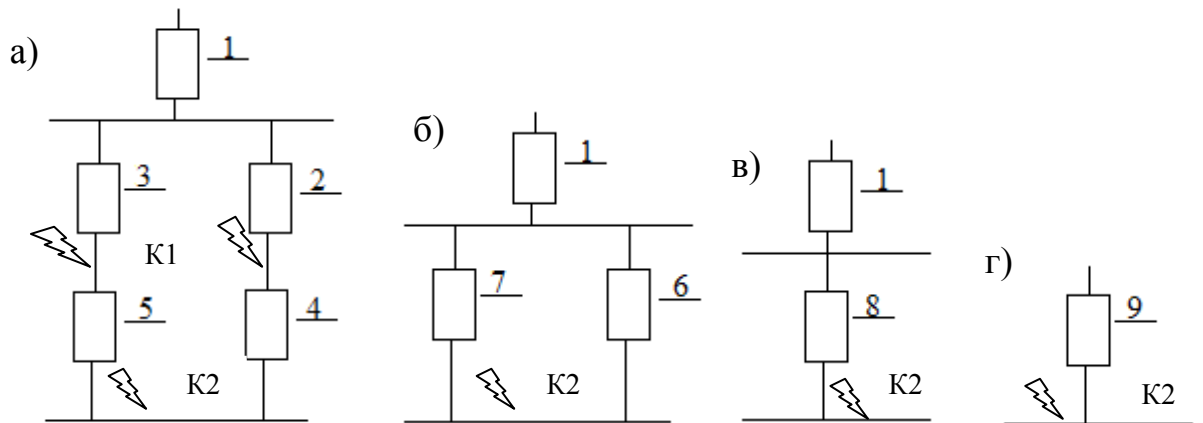

Рис. 6 Схема преобразования, а-г
2.4.1 По схеме преобразования рис. 6, а-б:
2.4.2 По схеме преобразования рис. 6, в:
2.4.3 По схеме преобразования, рис. 6, г: